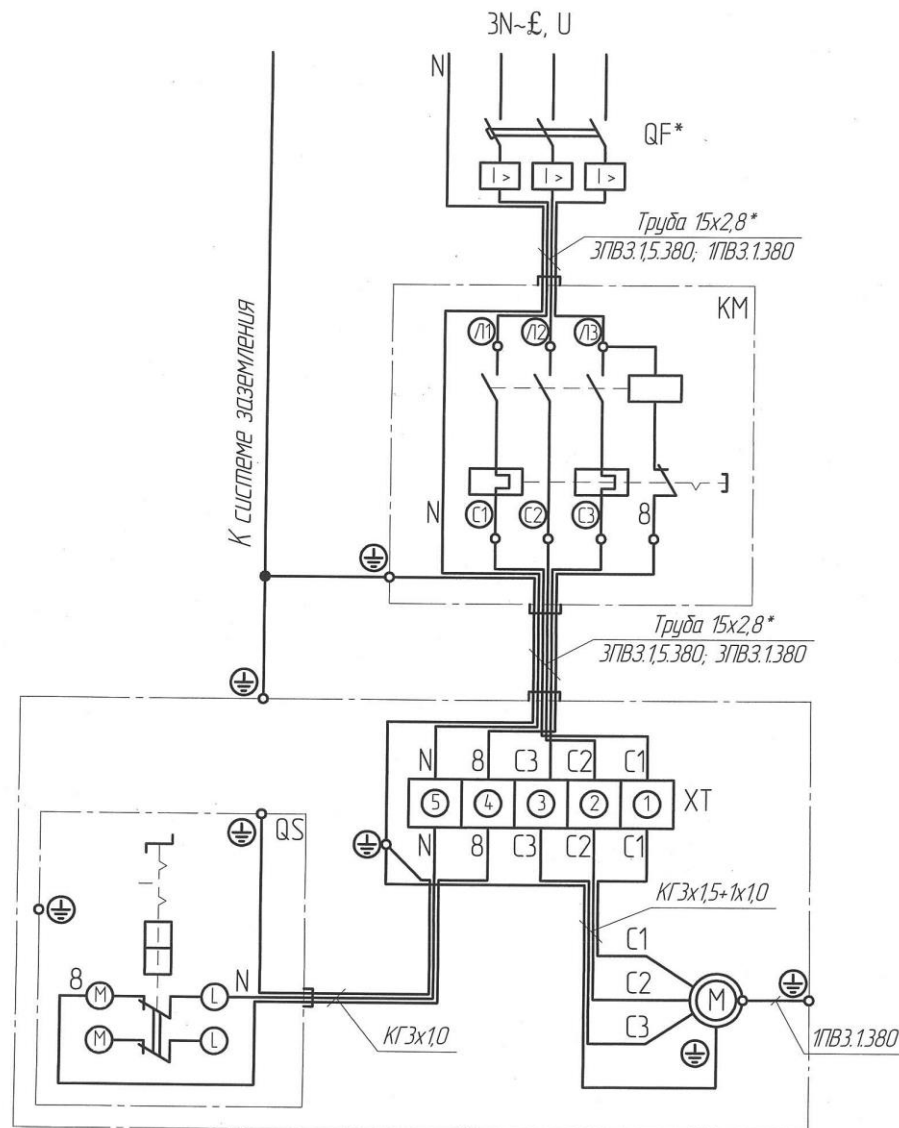

Рис.14 Схема электрическая принципиальная и соединений установок моделей C415M5, C415M5-01, C415M6, C415M6-01
4.3.1 Установки выпускаются для подключения в трехфазную четырехпроводную сеть с напряжением 380 В, 50 Гц (рис. 14 и 15).